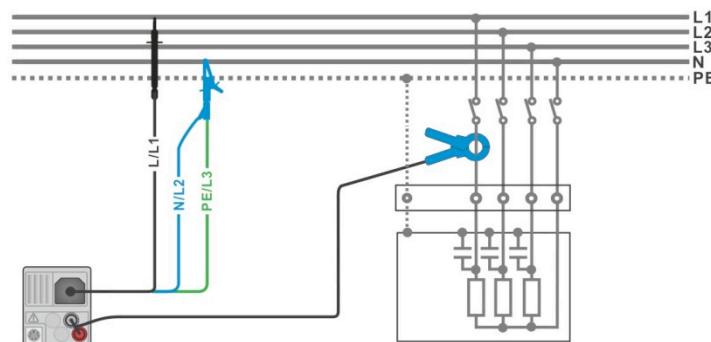

Рисунок 7.62: Измерение гармоник.
- › Подсоедините провода для измерения напряжения и токовые клещи к испытуемому объекту (см. *Рисунок 7.62: Измерение гармоник.*)